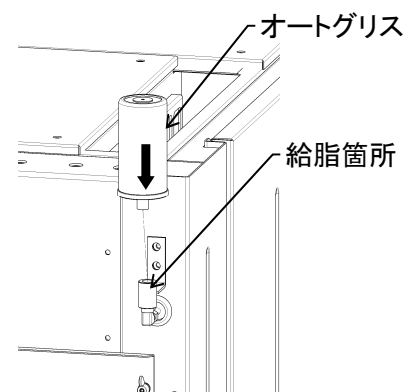

図8-4
- ③ 上部のガスジェネレーター設定数値を[6]のところ、↑印を合わせます。⇒スイッチが ON になります。容器に入れてしばらく置き、オイルの吐出を確認すること。(図8-4)
- ④ 油性ペンなどで、本器の側面ラベルに使用開始日を記入すること。
- ⑤ 本機の給脂箇所到手でねじ込み取り付けます。(図8-4)
- ⑥ 約6ヶ月間使用可能ですが、6ヶ月間の使用を保証するものではありません。必ず毎週残量を確認すること。周囲温度20°C(68°F)でほぼ設定期間試用でき、それより低温の時は期間が長く、高温の時は期間が短くなりますが、温度変化にかかわらず設定スイッチを[6]以下に設定します。[6]より大きく設定しますと軸受のオイルシールの寿命が短くなる可能性がありますので設定しないこと。
- ⑦ オートグリス残量が0以下になった場合は速やかに交換すること。オートグリスに比べ主軸部の修理は非常に高額になります。